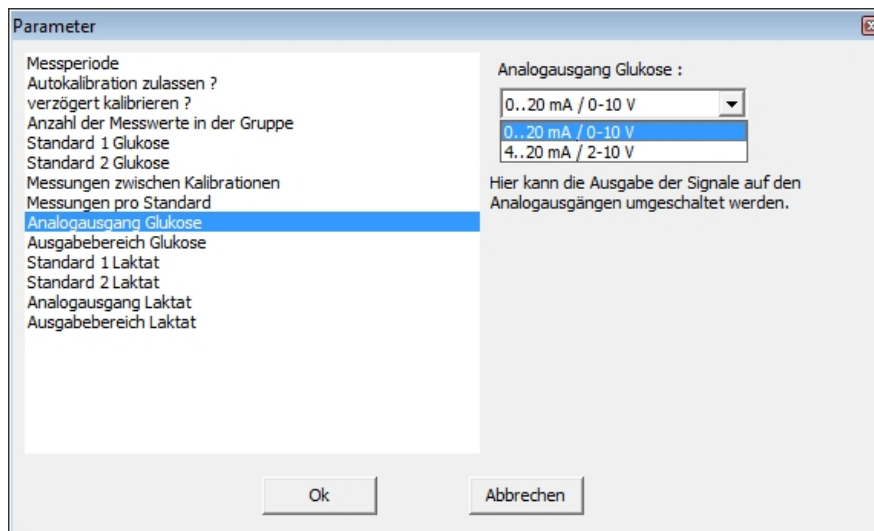

Abbildung 81: Umschalten der Analogausgabe
- Hier kann die Ausgabe der Signale auf den Analogausgängen zwischen 0-20 mA und 4-20 mA, sowie zwischen 0-10 V und 2-10 V umgeschaltet werden (siehe Abbildung 81).